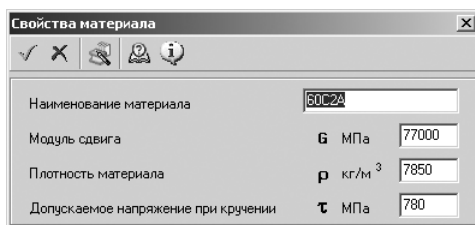

Рис. 4.73. Диалоговое окно **Свойства материала**
- щелкните по кнопке  – **Ввод данных по другому материалу**. Появится диалоговое окно **Свойства материала**, см. рис. 4.73;